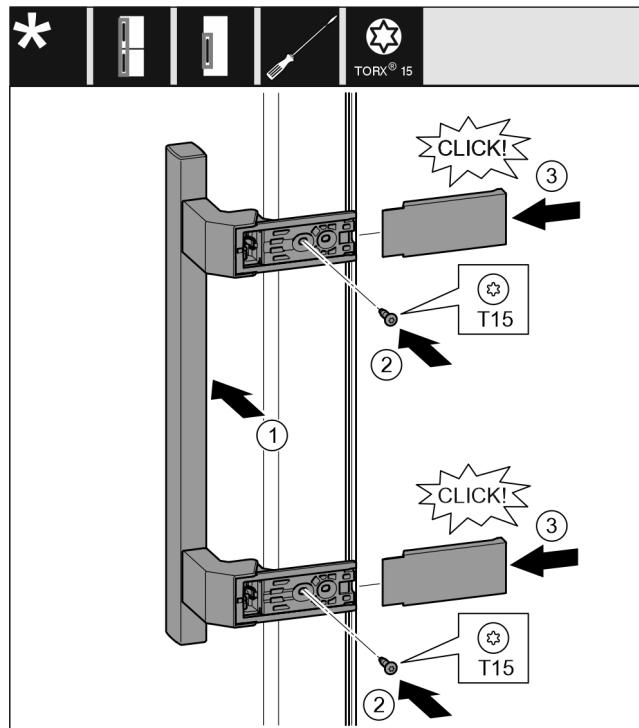

Fig. 21
- Установите ручку на противоположной стороне. Fig. 21 (1)
- Затяните винты отверткой T15. Fig. 21 (2)
- Установите крышки сбоку и надвиньте их. Fig. 21 (3)